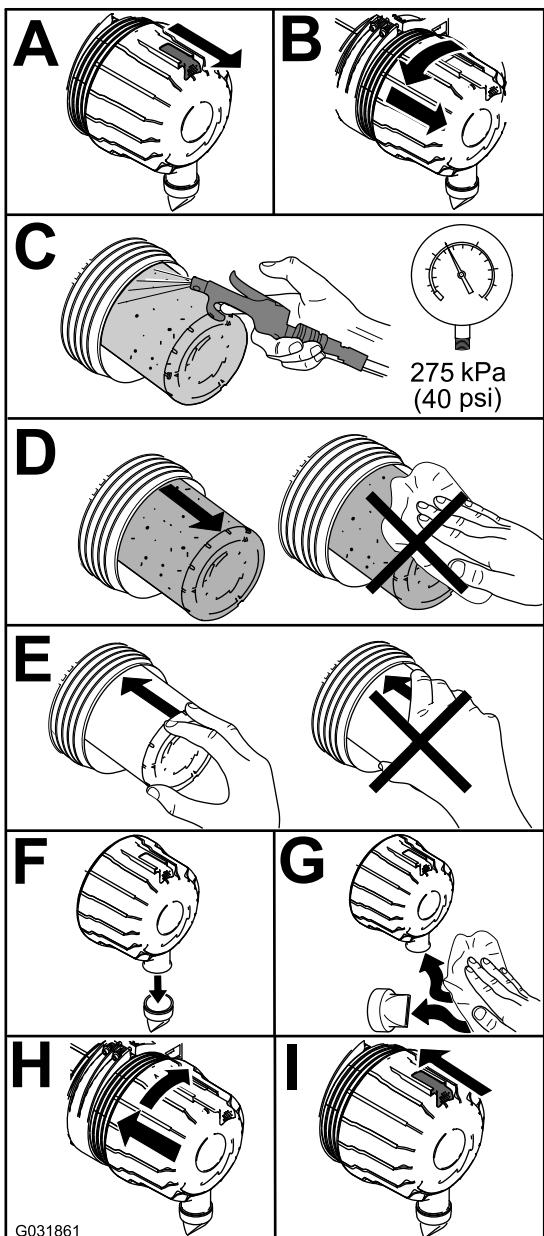

Рисунок 48
- Замените воздухоочиститель (Рисунок 48).